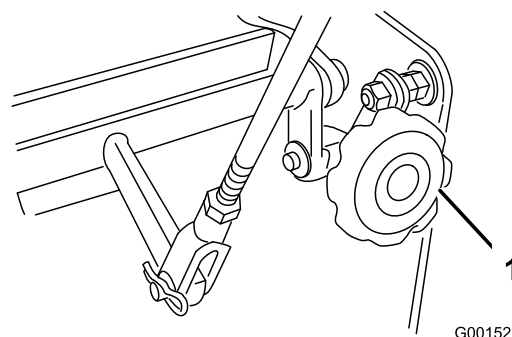

Figura 38
4. Se la macchina tende da un lato, ruotate la manopola di allineamento rapido. Girate la manopola verso destra per correggere l'allineamento verso destra e giratela verso sinistra per correggere l'allineamento verso sinistra (Figura 38).